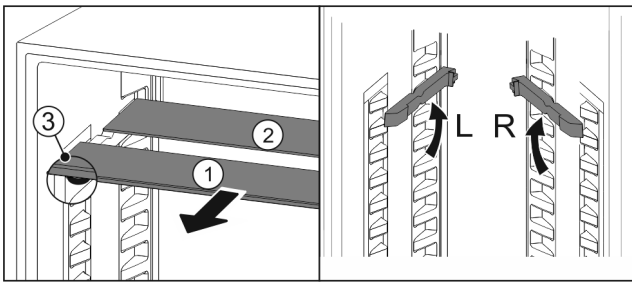

Fig. 147
- Sortir les tablettes par l'avant Fig. 147 (1).
- La tablette en verre Fig. 147 (1) avec bordure décorative est située à l'avant.
- Les butées Fig. 147 (3) sont orientées vers le bas.